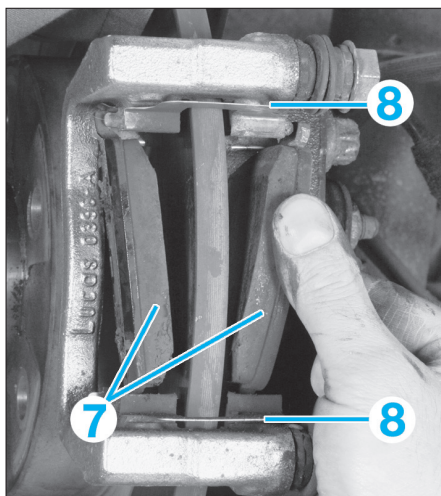

FIG. 14
- les plaquettes de frein (7) (fig. 14).
- les agrafes (8) de guidage des plaquettes.